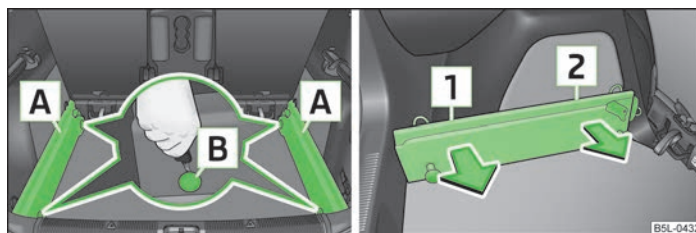

Fig. 62 Aflojar los puntos de seguridad/retirar los carriles portantes
- Soltar los puntos de retención **B** » fig. 62 en las guías portantes con la llave del vehículo o con un destornillador plano.